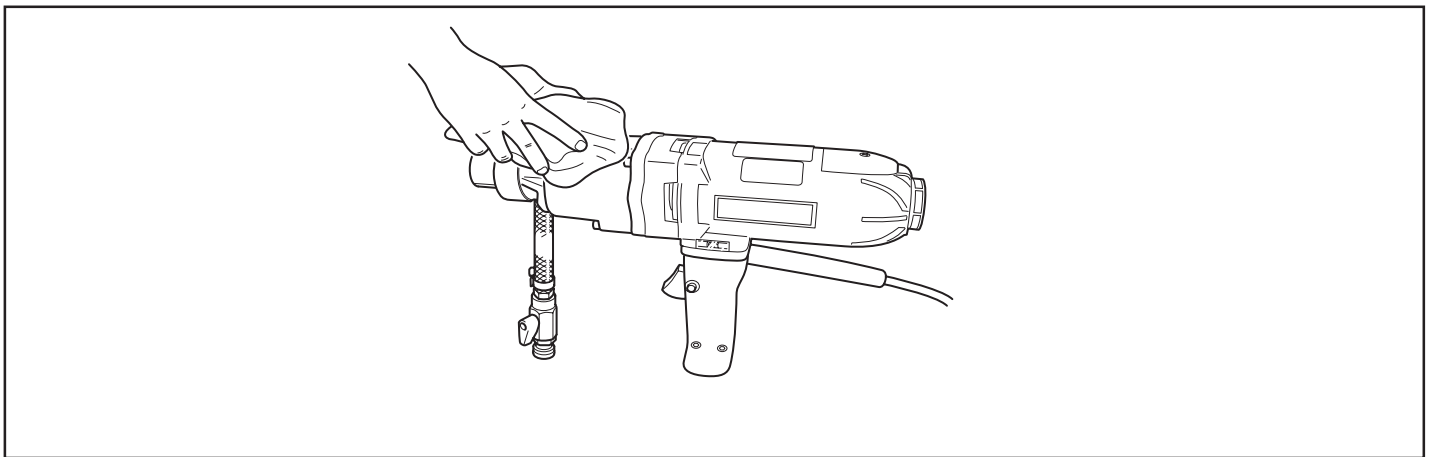

Рис. 8
5. Работая гаечным ключом, поставьте новую коронку (рис. 8).